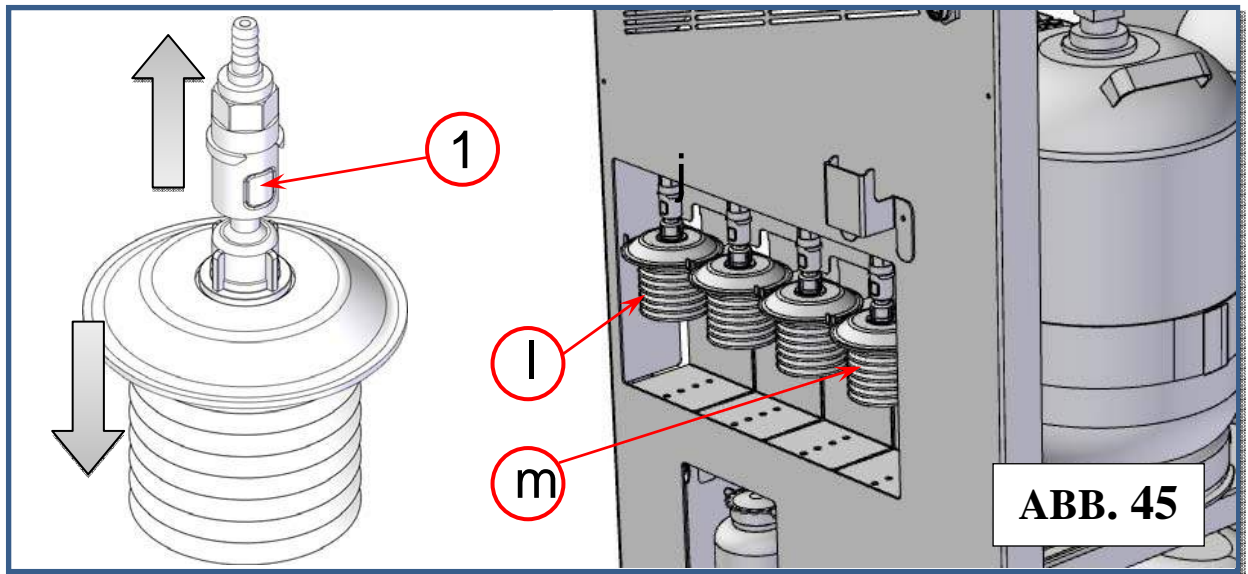

ABB. 45
1. Die Schnellanschlusstaste (Ref. 1, Abb. 45) drücken, um den Kontrastmitteleinsatz zu entfernen.
2. R134a UV-Behälter (Ref. L. Abb. 45)
R1234yf UV-Behälter (Ref. M Abb. 45)